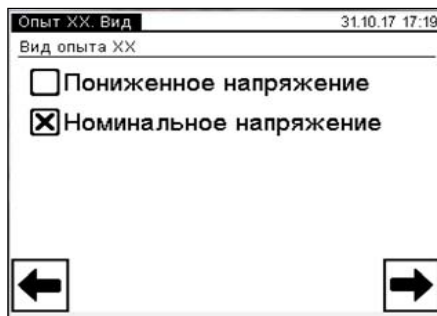

Рисунок 6.52
6) Почати дослід ХХ, для чого у вікні "Главное меню" натиснути на кнопку . На екрані відкриється вікно "Опыт ХХ. Вид" (рисунок 6.52).